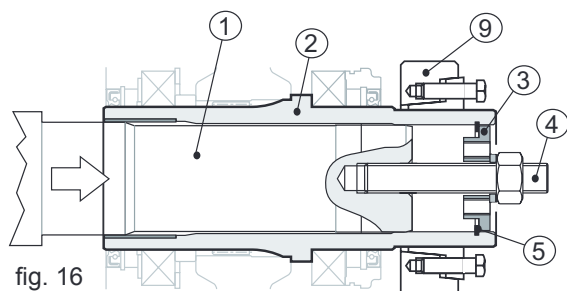

fig. 16
Insérer dans leur logement d'abord le seeger pour intérieurs (pos. 5), puis le fond (pos. 3), à ce stade en vissant l'écrou de la barre filetée placer les 2 arbres de la machine en butée l'un contre l'autre (voir fig. 16).